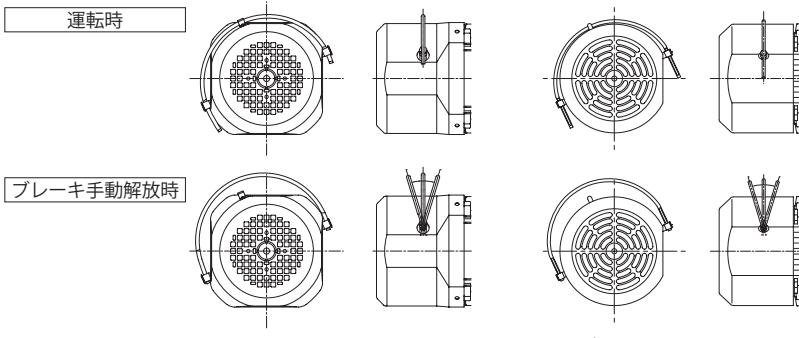

図 8-16
- ゆるめレバーを押し倒すだけで、ブレーキの解放操作を行うことができます。(図8-16参照)
- (1) ゆるめレバーをホルダーから引き上げ、負荷側または反負荷側に倒せばブレーキは解放されます。(仕様によっては、ゆるめレバーを負荷側に倒せない場合があります)